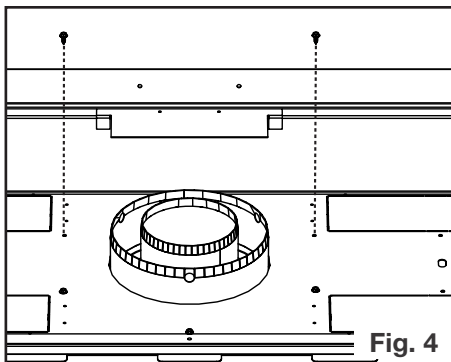

Fig. 4
4. Enlevez la douille d'évent comme illustré et assurez-vous de fixer les extrémités ensemble (**Figure 4**).
4. Dévissez les attaches comme indiqué sur la Figure 4. NE PAS DÉBRANCHER LES FIXATIONS